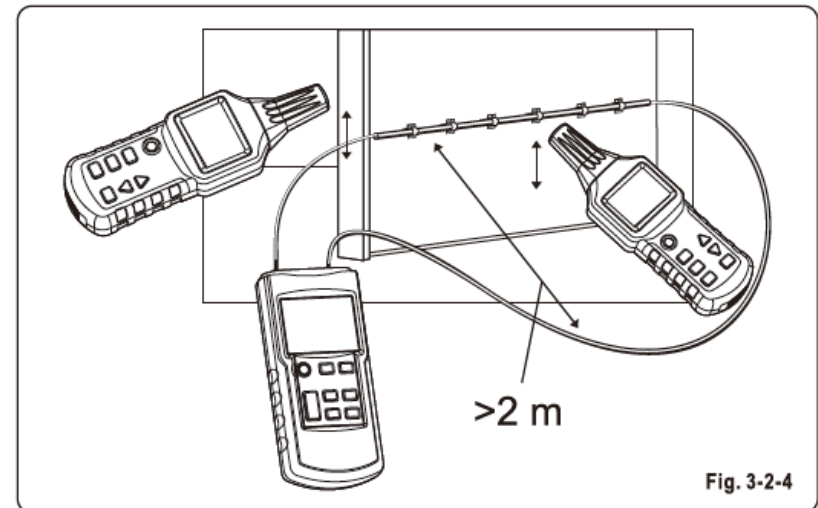

Fig. 3-2-4
- Connectez le transmetteur de la manière indiquée dans la Fig.3-2-4 ;